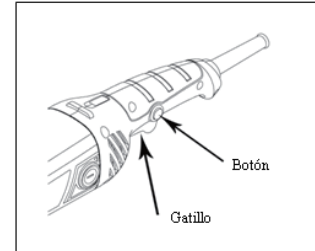

Figura 6
2) Encienda la herramienta presionando ligeramente el botón de encendido/apagado, luego presionado el gatillo de encendido/apagado ligeramente. (Vea figura 6)